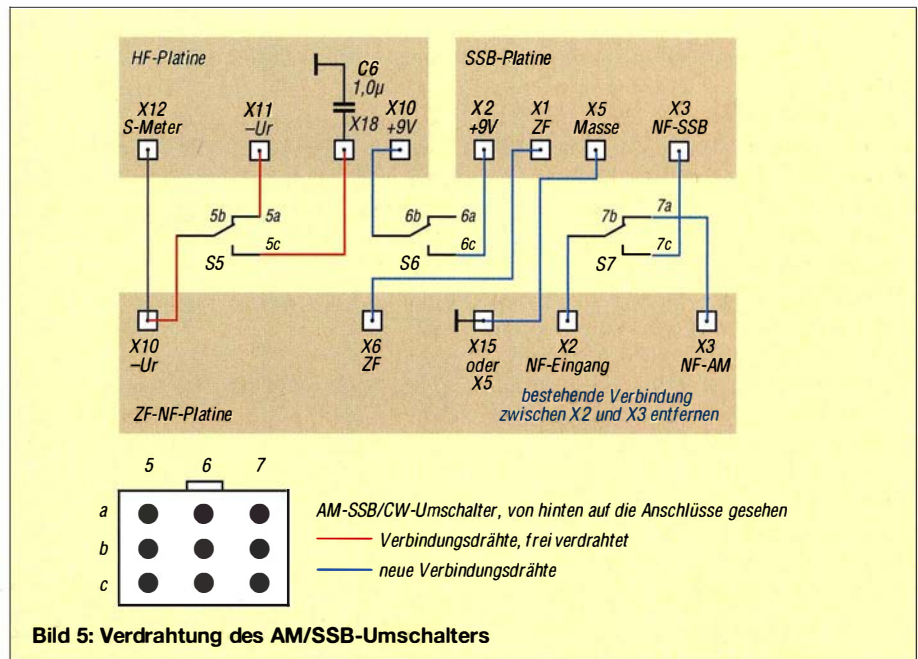

Bild 5: Verdrahtung des AM/SSB-Umschalters
Diese beiden Punkte werden dann mittels zweier Drähte mit den entsprechenden Kontakten des Umschalters verbunden (Bild 5), bevor man einen etwa 30 mm langen Draht am Anschluss X6 auf der ZF-NF-Platine anlötet.
Der kurze Draht von X6 (ZF) wird dann mit X1 der SSB-Platine verbunden. Anschließend verlegt man die gemäß Bild 5 verbleibenden restlichen vier Anschlussdrähte. In Bild 1 ist die eingebaute SSB-Platine zu sehen, die Unterseite des Empfängers zeigt dabei nach oben. Die korrekte Lage der SSB-Platine ist in Bild 6 dargestellt. Damit ist der Empfänger nun komplett bestückt.